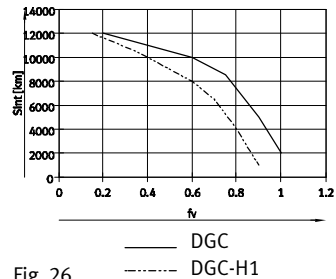

Fig. 26
1. Рассчитайте сравнительный коэффициент нагрузки  $f_v$  по формуле для комбинированных нагрузок (→ “Технические характеристики”) и узнайте интервал смазки  $S_{int}$  по Fig. 26.